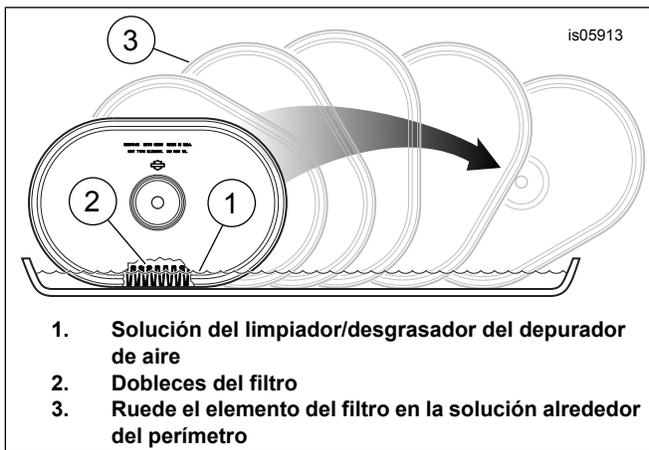

Figura 2. Limpieza del elemento del filtro.
2. Limpie el elemento del filtro (consulte Figura 2):
- a. Extraiga y lave el elemento sumergiéndolo de lado en un colector poco profundo con suficiente limpiador/desgrasador para depurador de aire (1) a fin de cubrir **no más de** tres cuartas partes de la profundidad de los dobleces del filtro (2), aproximadamente 9,5 mm (0.375 in). **No permita que la solución sucia entre en el elemento.** Cuidadosamente "ruede" el elemento en la solución alrededor de su perímetro (3) hasta que la superficie exterior de los dobleces del filtro se haya remojado completamente.